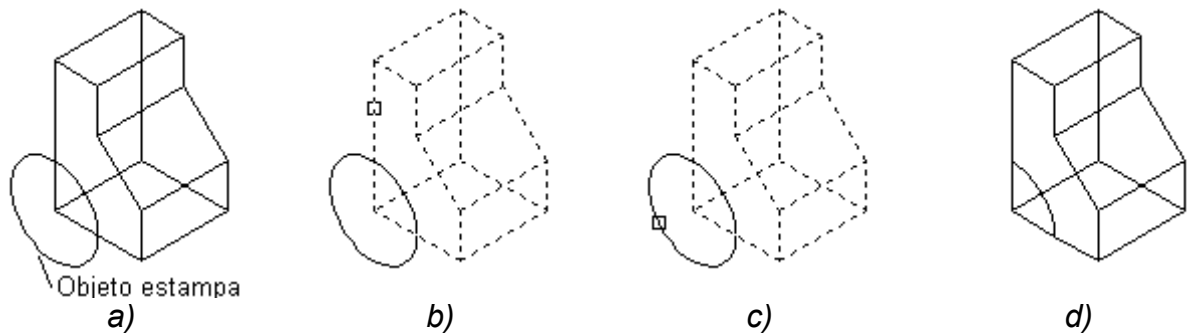

Fig. 53
2. Seleccionar el sólido a estampar (*Select a 3D solid*) (Ver Fig. 53 b).
3. Seleccionar el objeto estampa (*Select an object to imprint*) (Fig. 53 c).